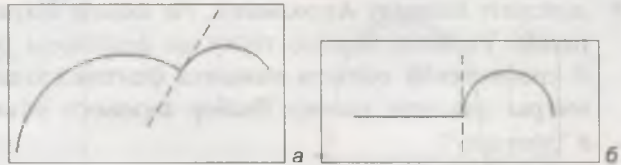

Рис. 5.13. Построение дуги, касательной к нормали предыдущего объекта: а) дуги; б) отрезка
- ◆ выберите вариант построения дуги (радиус или диаметр) и укажите конечную точку дуги. У вас должно получиться как на рис. 5.13.